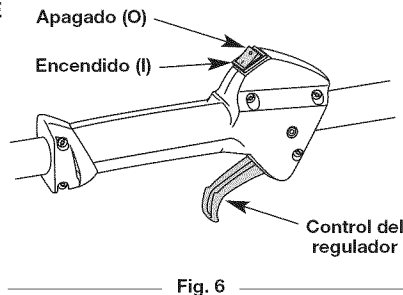

Fig. 6
**NOTA:** No hay necesidad de girar la unidad. Encendido/de parada el control (Fig. 6) está en la posición de trabajo siempre (1).
2. Coloque el control de encendido y apagado en posición de APAGADO (O) (Fig. 6).
- NOTA:** No hay necesidad de girar la unidad. Encendido/de parada el control (Fig. 6) está en la posición de trabajo siempre (1).